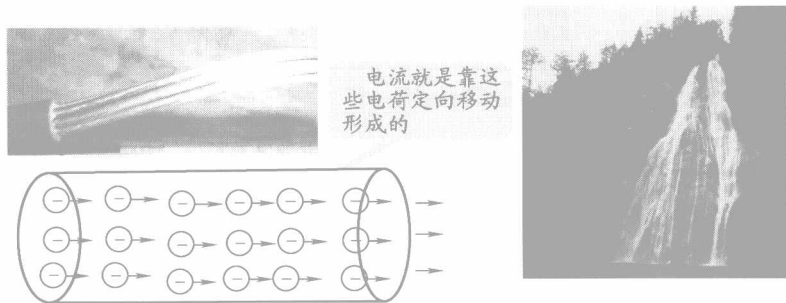

图 1-7 电流的形成
电流是指电荷的定向移动，带电粒子（电子、离子等）的定向运动。即可以这样理解“电流即电荷的流动，如同山里水流一样”，如图 1-7 所示。形成电流的两个条件是：① 有能够自由运动的电荷；② 能够驱使电荷沿一定方向运动的电场。即可以这样理解“电流的形成，如同山里水流一样，需具备的两个条件：一要有水，二要有水能够流动的场地（地理）”。形成电流的带电粒子统称为载流子。